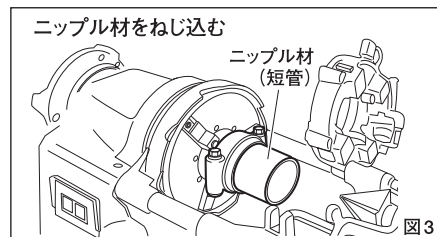

図3
- 一端に規格ねじの切れたパイプを、先端が「当り」の面に当るまでねじ込みます。(図3)